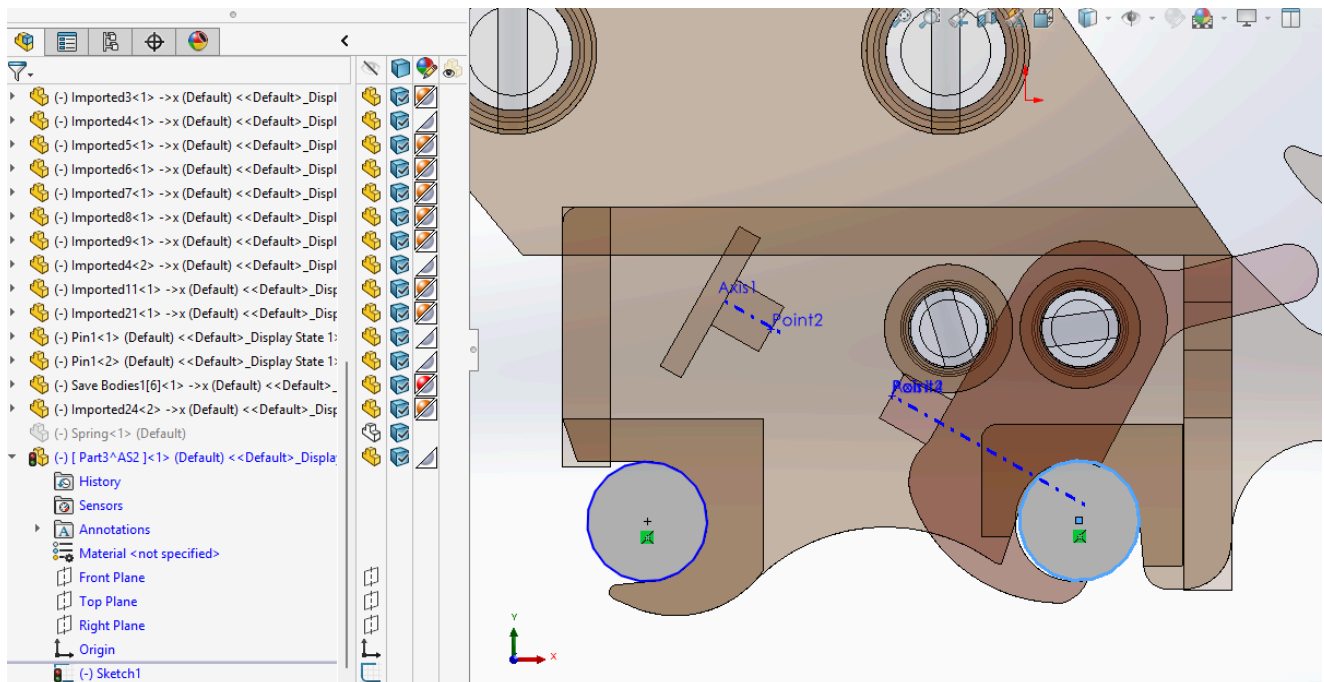

Рис. 22. Створення деталі в контексті збірки
Після цього створити нову деталь в контексті збірки (див. рис.22), яка імітує елементи навісних пристроїв екскаваторів, для формування граничних умов.
- нова деталь з'являється в дереві як Part^AS2<1> і **SolidWorks** автоматично **входить у режим редагування деталі** (див. рис.22)
- побудувати ескіз, як це показано на рис.22